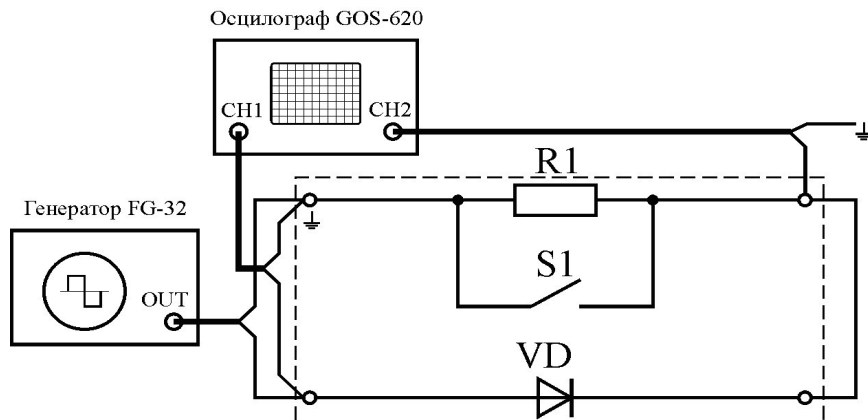

Рис. 5.10 – Схема для дослідження перехідних процесів діода
4.2 Підготувати осцилограф GOS-620 до роботи, підключивши обидва канали згідно схеми (рис. 5.10) і встановити тривалість розгортки 0,2 мкс.
4.3 Зібрати схему згідно рис. 5.10.